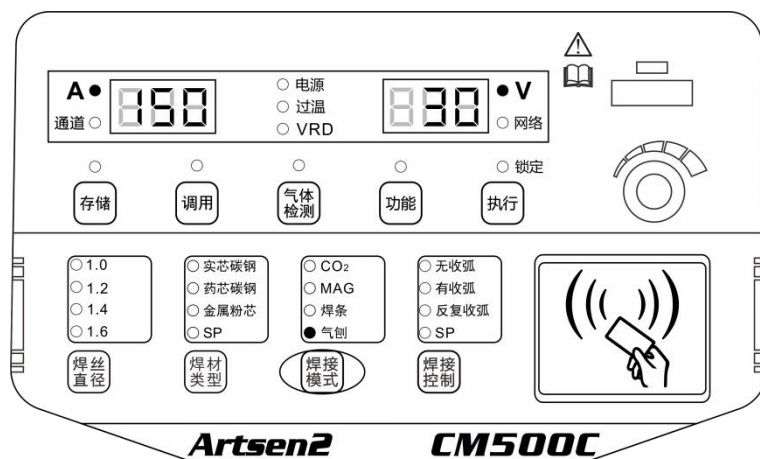

图 3-20 焊接电源碳弧气刨设置界面
2. 参数设置完成后可进行气刨操作。面板显示如图 3-20 所示。